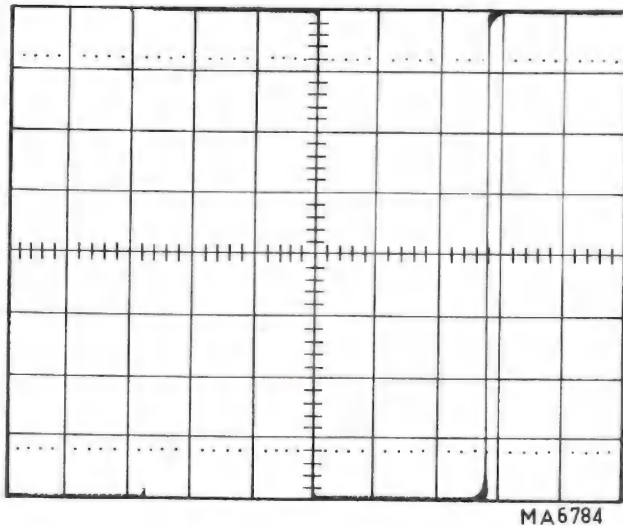

Abb. VIII-11. Rechteckimpuls mit einer verstärkten Flanke zur Messung der Anstiegszeit
- DELAY TIME MULTIPLIER so lange drehen, dass gerade der zu untersuchende Impuls herausgehoben wird, siehe Abb. VIII-11.